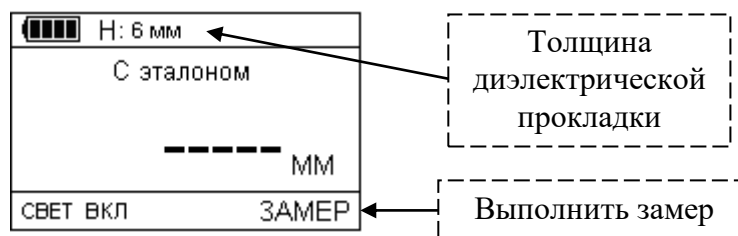

Рисунок 2.9 – Выполнение замера через эталонный образец
6. Нажать клавишу «», тем самым выполнить второй замер (рис. 2.9);